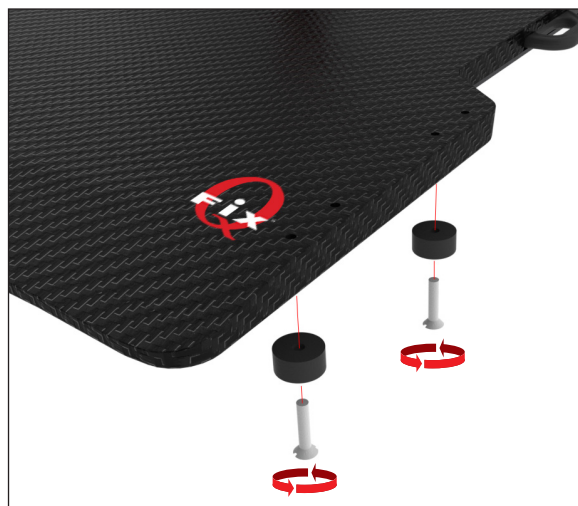

Fig. 28
2. Installer de 2 gjenværende plasseringsskivene (uten leppe) på motsatt side av de første 2 skivene i de tilhørende hullene ved hjelp av ¼-20 x 1 ¼" skruer (1 for hver) (fig. 28).